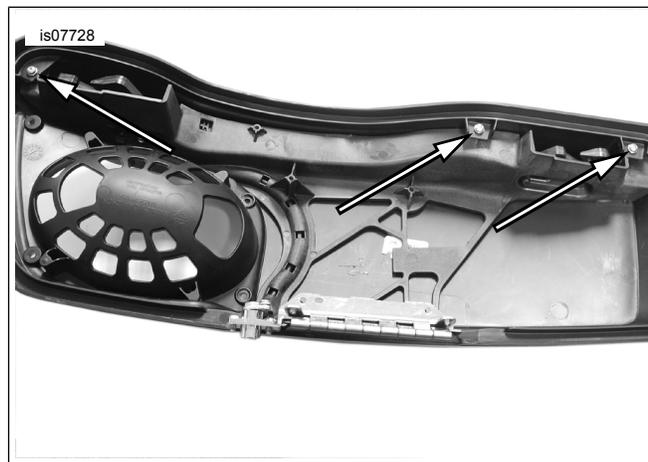

Figure 5. Vis d'ensemble de loquet
5. Voir Figure 5 . Poser trois des quatre vis de l'ensemble loquet d'origine. Serrer.